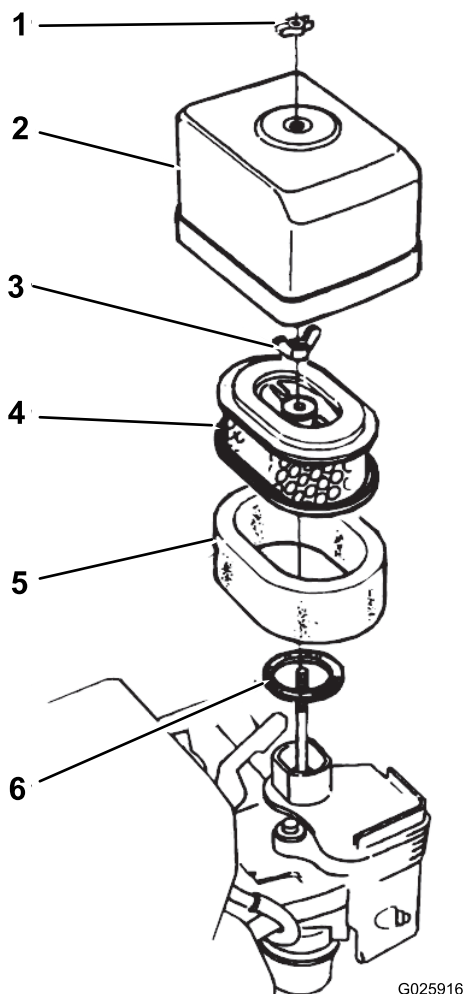

图31
2. 拧掉将空气滤清器盖固定到空气滤清器上的蝶型螺帽，然后取下滤清器盖（图31）。
4. 从空气滤清器上卸下蝶型螺帽，然后取出滤清器（图31）。
5. 从纸质滤芯中取出泡沫滤芯（图31）。